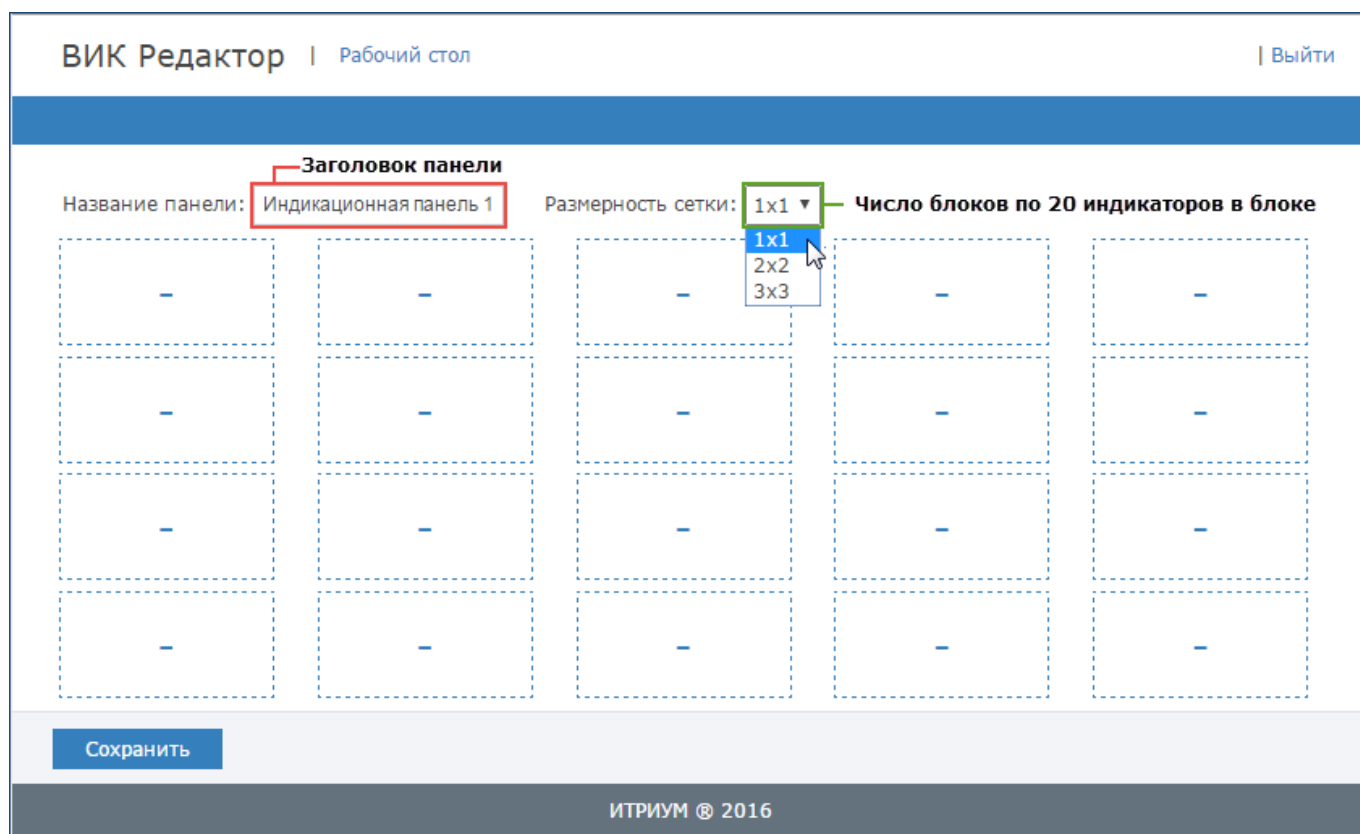

Рисунок 9.20 — Редактор индикационной панели
4. В редакторе индикационной панели (рисунок 9.20):